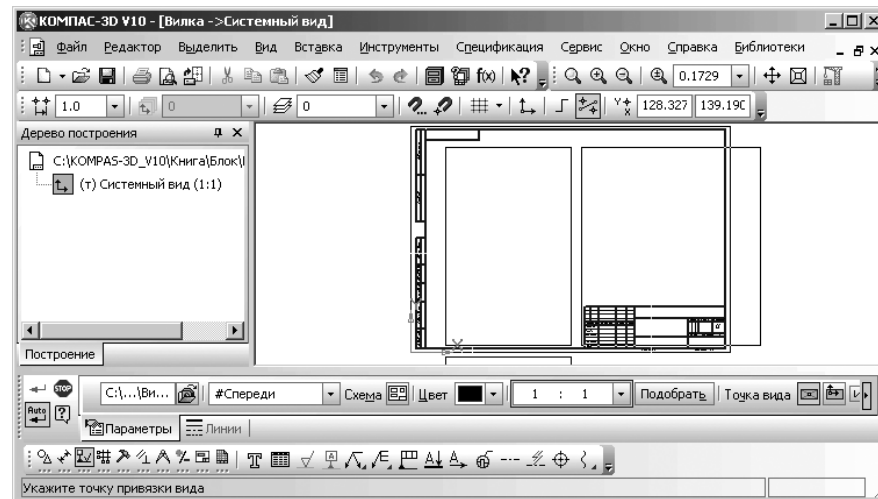

Рис. 3.105. Форматка А3 с горизонтальной ориентацией и Деревом построения и фонтом стандартных видов с модели Вилка
- переместите указатель мыши в поле чертежа. Появится фантом изображения в виде габаритных прямоугольников трех видов. Одновременно появится соответствующая **Панель свойств: Стандартные виды**, в которой можно сделать те или иные настройки. Для нашей модели фантом видов по умолчанию подается в масштабе 1 : 1. Но при таком масштабе они не помещаются на форматке (рис. 3.105).